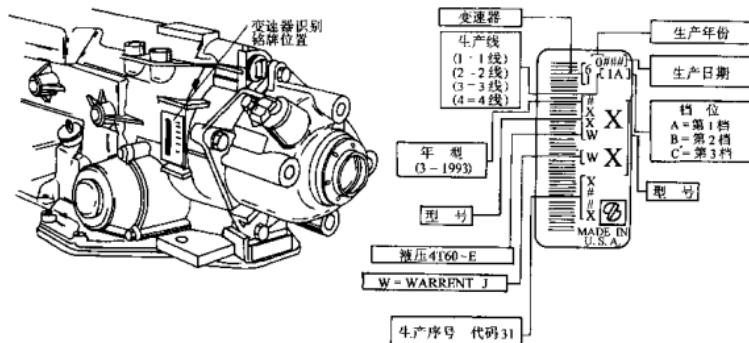

图 1-2 液压 3T40 型自动变速器
液压 3T40 型自动变速器广泛应用于通用 (GM) 汽车公司 90 年代雪佛兰面包车 (Chevrolet Lumina)、别克世纪 (Buick Century) 轿车、奥兹莫比 (Oldsmobile)、旁蒂克 (Pontiac) 面包车等车型，其铭牌位置见图 1-2。